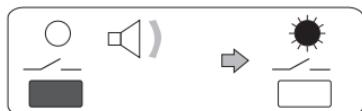

Fig. 3
- Maintenir la pression sur la **touche "—"** jusqu'à entendre une légère tonalité , et relâcher : la commande est activée et la **LED** correspondante est allumée fixe (fig. 3).